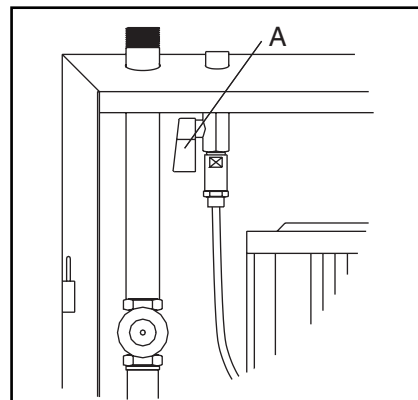

Fig. 11
2. Ouvrir l'alimentation d'air, qui est placée à l'intérieur de la station principale (voir A, Fig.11).
3. Fermer l'alimentation d'air (A, Fig. 11).